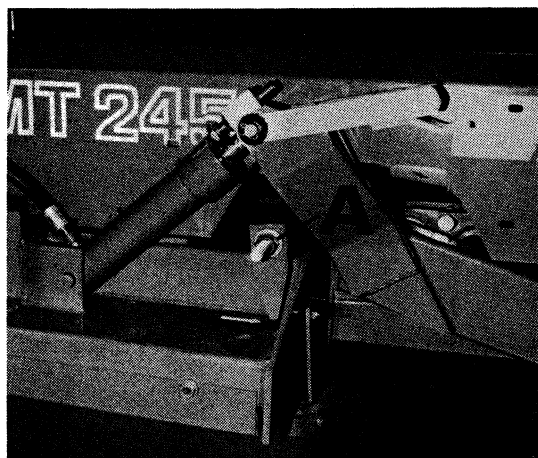

Fig. 13
4. Remmen strammes op, så pilen viser korrekt stramning (se fig. 13 - 14).